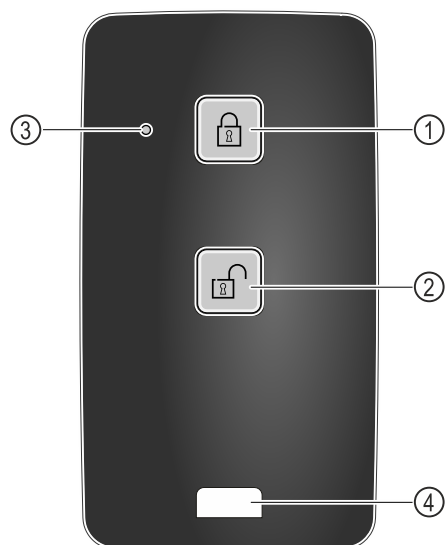

Fig. 212
- (1) Schloss verriegeln
- (2) Schloss entriegeln
- (3) Status LED
- (4) Befestigungsöse
- Taste Fig. 212 (1) auf der Fernbedienung drücken.
- Taste Fig. 212 (2) auf der Fernbedienung drücken.
- Status-LED Fig. 212 (3) gibt bei Tastendruck eine optische Rückmeldung.
- Öse Fig. 212 (4) zur Befestigung der Fernbedienung, zum Beispiel an einem Schlüsselbund.